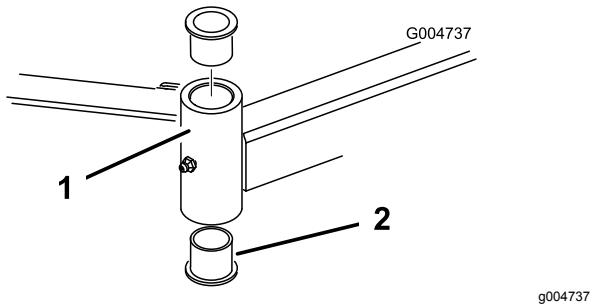

Figura 112
4. Introduza um punção para cavilhas na zona superior ou inferior do tubo de montagem e retire o casquinho para fora do tubo (Figura 112).